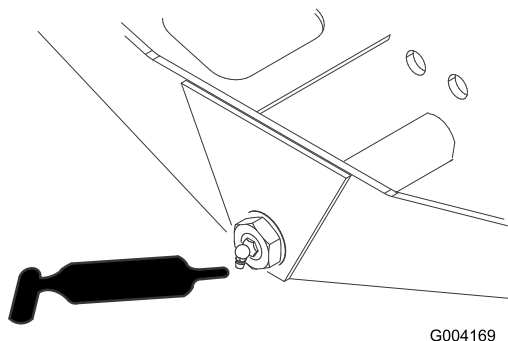

Рисунок 34
- Ось поворота моста (1 шт.) (Рисунок 34)